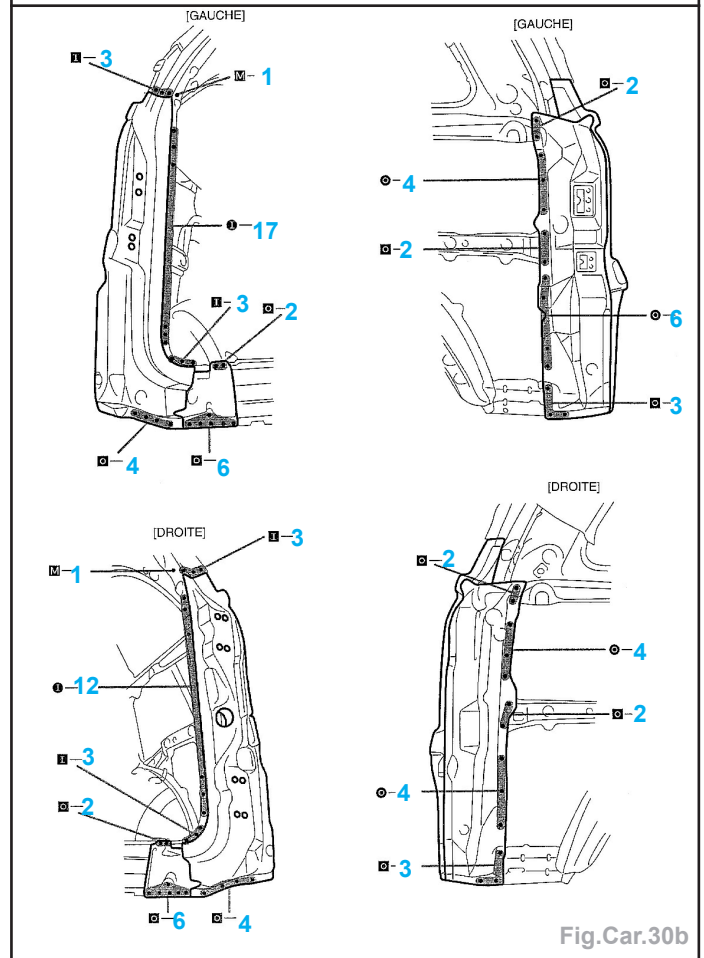

Fig.Car.30b
- à la pointeuse électrique (Fig.Car.30b),